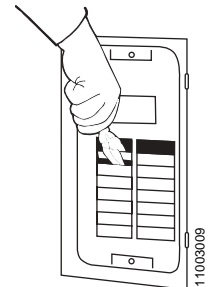

Figure 8 : Retrait des plaquettes
1. Retirer les plaquette à tordre du couvercle. Voir la figure 8.